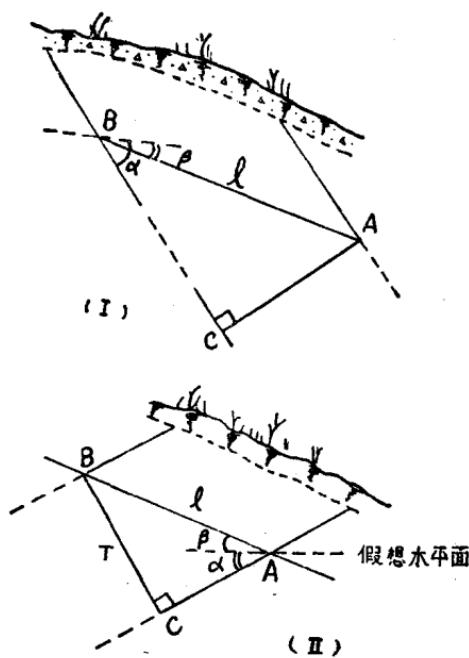

图 49 三角法计算矿层厚度示意图
一种是当矿体倾角(α)大于山坡的坡角(β)时(图49-I)，矿体的真厚度为：
3. 若地面不平，当矿体倾向与山坡之坡向相反时(图49-II)，真厚度为：